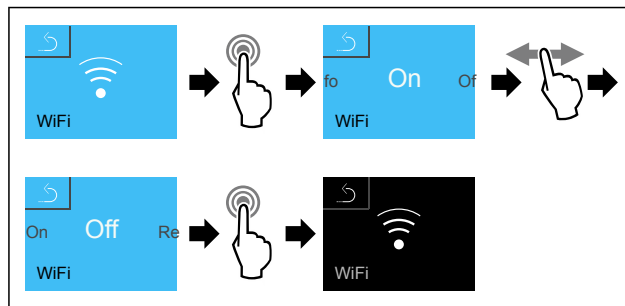

Fig. 97
- ▶ Wykonać czynności (patrz Fig. 97).